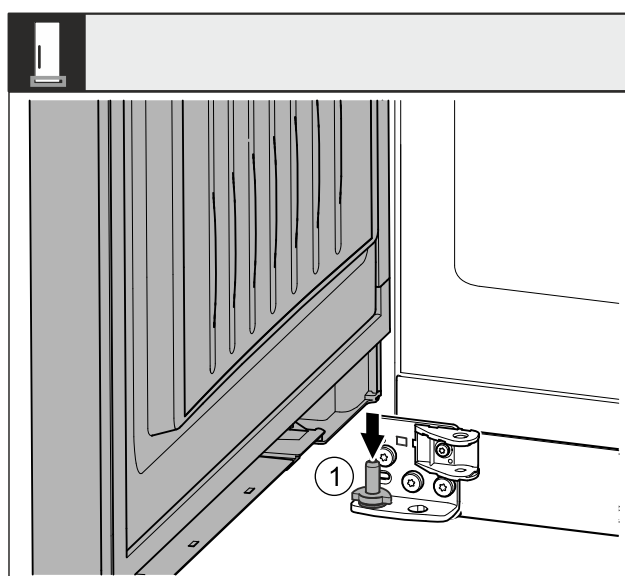

Fig. 42
- Dveře nasad'te shora na dolní ložiskový čep Fig. 42 (1).